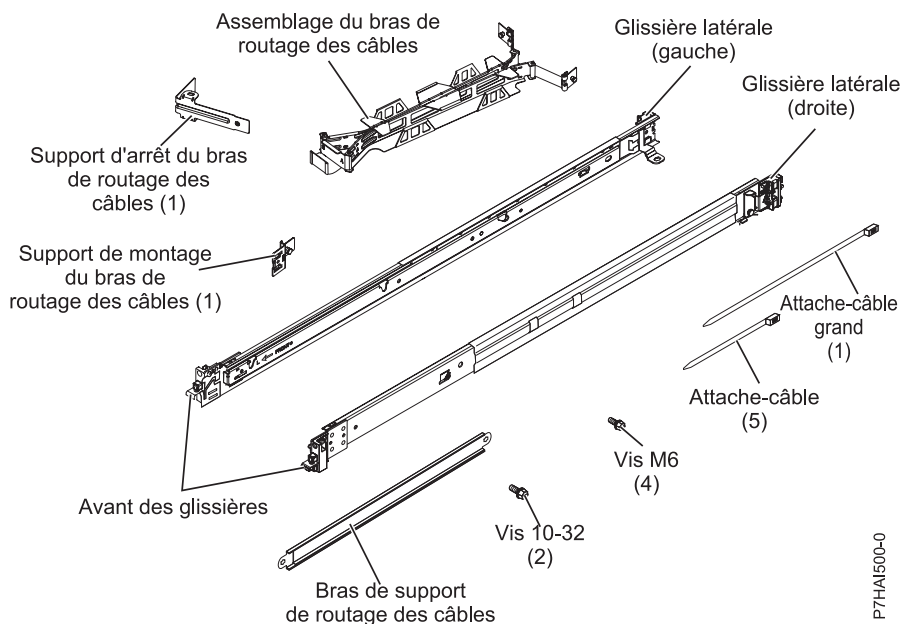

Figure 19. Inventaire des composants
3. Repérez le kit de montage en armoire (**A**) et les guides (**B**) fournis avec l'unité centrale, comme indiqué dans figure 19.